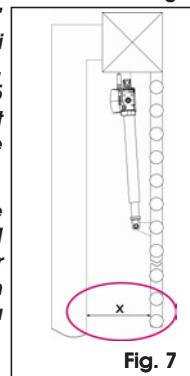

Fig. 7
**⚠ Une fois l'opérateur installé, vérifier que la cote "X" de la Fig. 7 soit au minimum 500mm. Si la cote "X" est inférieure à 50 mm, réaliser un essai d'impact à l'endroit illustré dans la Fig. 7, conformément à la norme UNI EN 12445 et vérifier que les valeurs relevées soient conformes aux prescriptions de la norme UNI EN 12453.**
*Si les valeurs de poussée ne font pas partie des valeurs spécifiées par la norme UNI EN 12453, il est OBLIGATOIRE de protéger la zone illustrée dans la figure 7 au moyen d'un dispositif de protection conforme à la norme UNI EN 12978.*